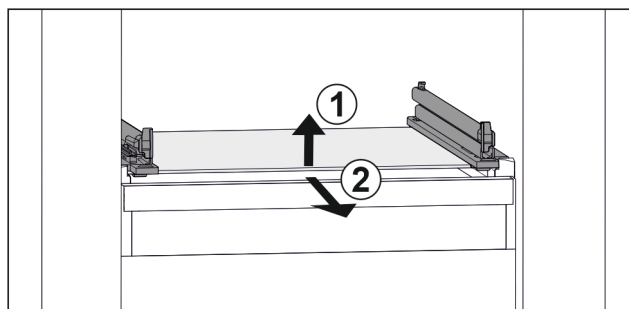

Fig. 76 Příklad znázornění skleněné desky
- Nadzvedněte skleněnou desku vpředu. Fig. 76 (1)
- Vyjměte skleněnou desku dopředu. Fig. 76 (2)